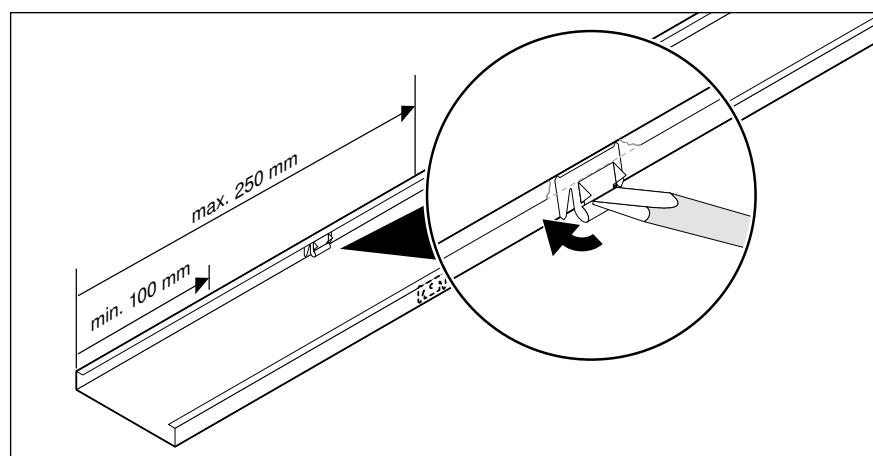

Abb. 14: Rastklammern in den Kanaldeckel einsetzen
- Zum Einsetzen wie in Abb. 14 gezeigt Rastklammer oben ansetzen und mit einem flachen Schraubendreher nach hinten drücken.